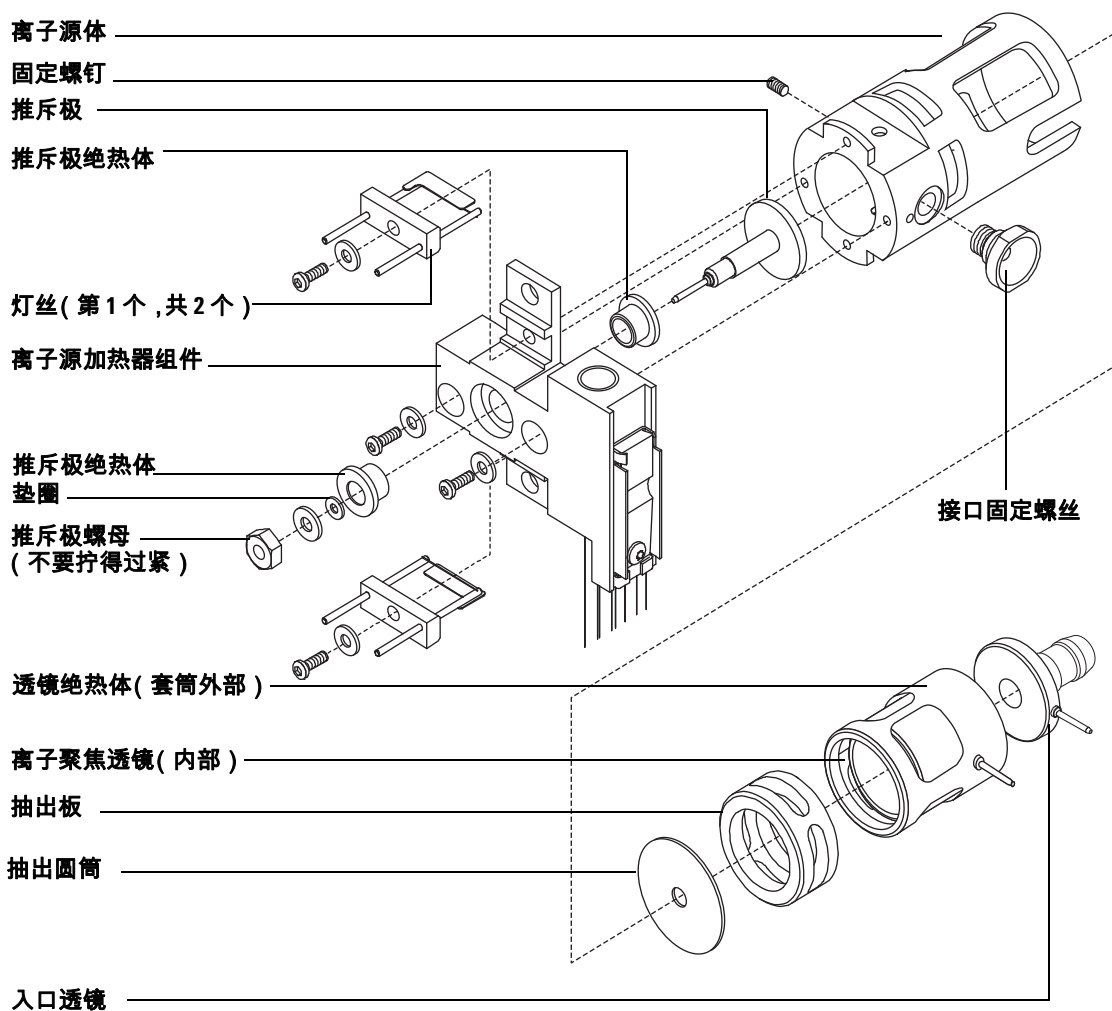

图 21 拆卸标准 EI 离子源
- 3 通过卸下两个螺钉，将离子源加热器组件从离子源体分离。离子源加热器组件包括离子源加热器、推斥极和相关部件。(请参见图 21。)
- 4 通过卸下推斥极螺母、垫圈、陶瓷绝热体和推斥极来拆卸推斥极组件。(请参见图 21。)
- 7 将透镜拉出离子源体，并分离透镜绝热器、离子聚焦透镜、抽出板、抽出汽缸和入口透镜。(请参见图 21。)
- 1 组装离子聚焦透镜、入口透镜和透镜绝热体 (图 21)。
- 2 将抽出板和抽出圆筒滑入离子源体中 (图 21)。